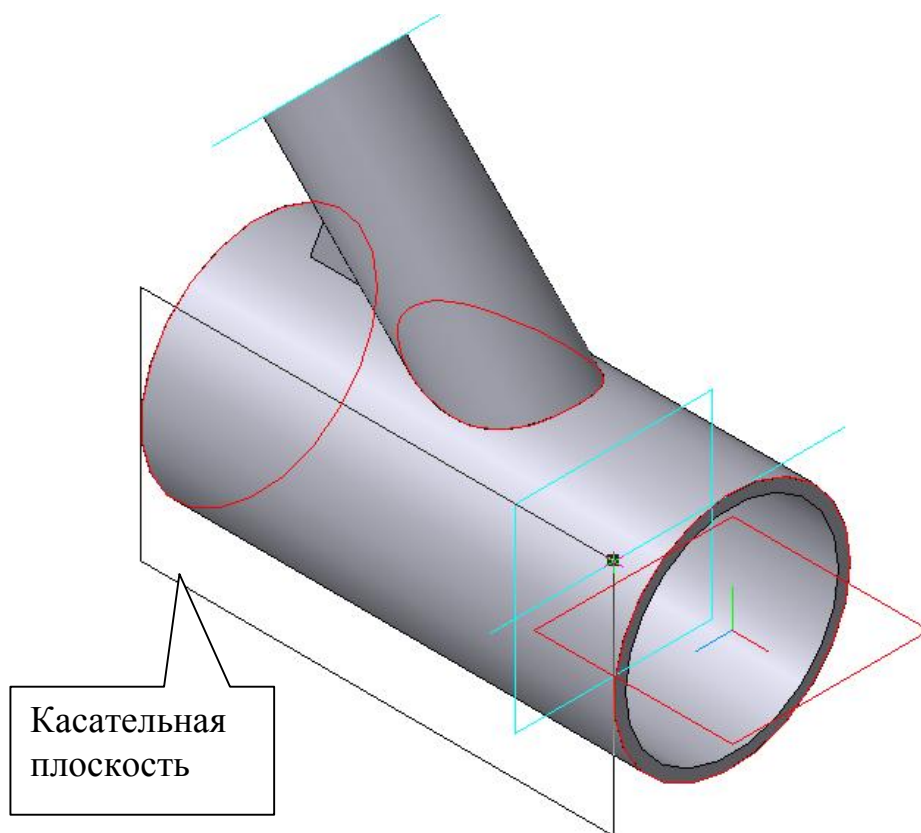

Рис. 10
6. Для выполнения надписи на цилиндрической поверхности создайте касательную плоскость  к цилиндрической поверхности $\varnothing 60$, рис. 10 (построение касательной плоскости рассматривалось в практической работе 20, часть 3).